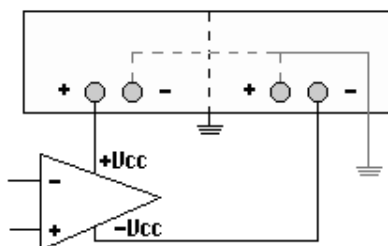

Figura 3 Fuente en modo simétrico
- Modo simétrico: Generalmente se usa para alimentar operacionales, tal como se muestra en la figura 3